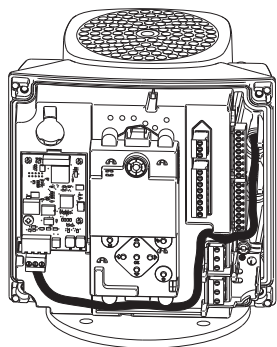

Рис. 65 Пример проводки
8. Проложите провода для модуля СИМ. См. пример на рис. 65.